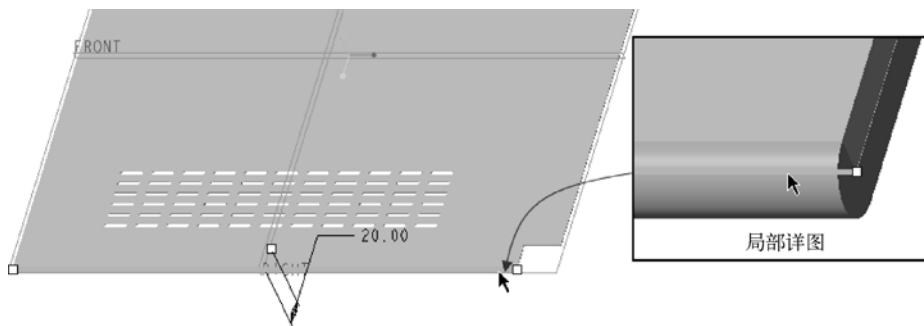

图 6-9 指定连接边
(2) 指定法兰壁的轮廓形状选项为“平齐的”。
(3) 选择连接边，如图 6-9 所示，该连接边与上步骤所建法兰壁的连接边在同一个钣金曲面上。